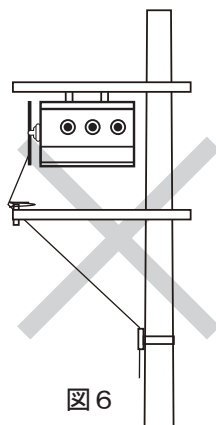

図6
- ④入切操作がスムーズにできない可能性がありますので、操作用ロープがジグザグになる場合は、ロープ支持金具は使用しないでください。（図6）